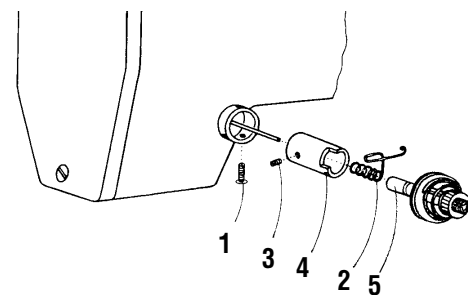

Abb. 23
26. Einstellung der Ausgleichsfederfunktion (Abb. 23)